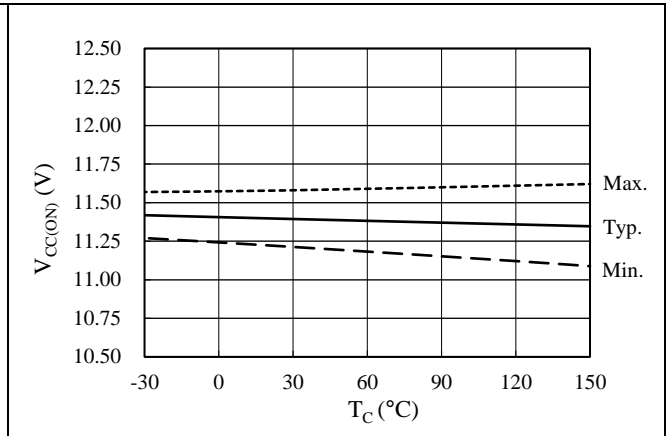

図 15-8 制御動作開始電圧  $V_{CC(ON)}$  温度特性
| 図 15-8  | 制御動作開始電圧 V CC(ON) 温度特性  |